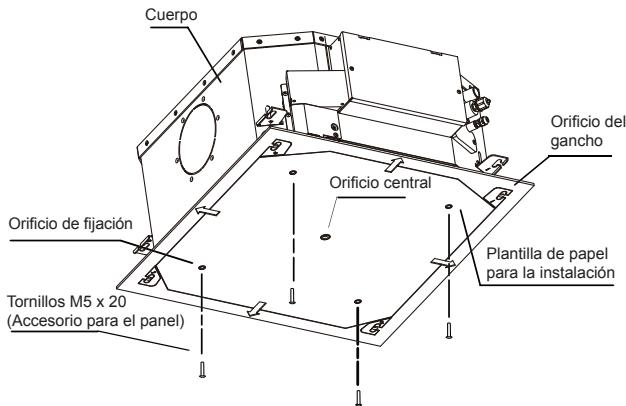

Imagen 3.8
- Una vez que haya levantado y montado la unidad, use tornillos M5 x 20 (incluidos con la placa de instalación) para asegurar la placa de instalación (accesorio 2) al cuerpo de la unidad. Asegúrese de verificar el tamaño y las posiciones de la abertura en el techo y el acceso para mantenimiento antes de hacerlo. Consulte la Imagen 3.8.